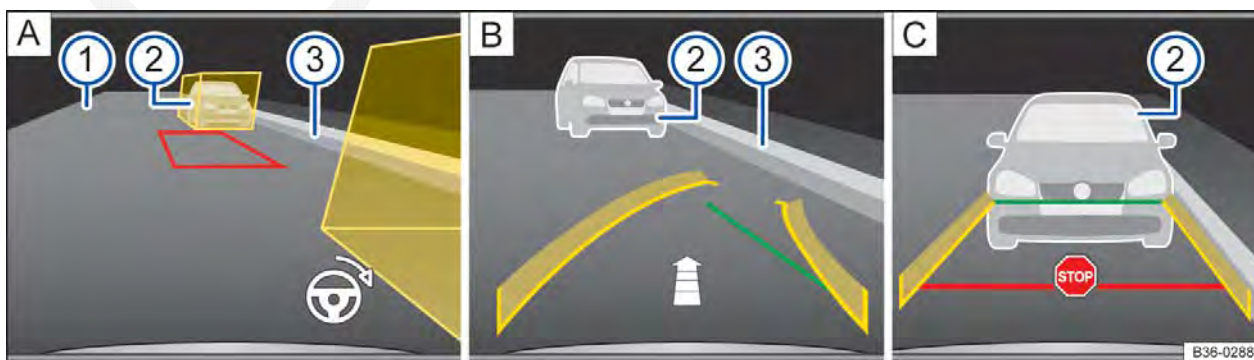

Fig. 158 Exibição do display da câmera de marcha a ré: entrar na vaga com o modo 2.
Legenda para Fig. 158:
6.	Posicionar o veículo a uma distância de aproximadamente 1 metro paralelamente à fila de estacionamento, de modo que as caixas de auxílio exibidas reconheçam todos os obstáculos ⇒ Fig. 158 ② A. Não pode haver obstáculos na área entre as caixas de auxílio.
9.	O símbolo de volante na margem inferior direita da imagem ⇒ Fig. 158 A indica ao condutor o movimento do volante necessário durante todo o processo de estacionamento.
Uma seta ⇒ Fig. 158 B indica, dependendo da quantidade de segmentos representados, o trecho para trás que ainda deve ser conduzido.
14.	Conduzir mais para trás vagarosamente até que seja exibido o símbolo para parar ⇒ Fig. 158 . OU: parar o veículo o mais tardar ao atingir a guia vermelha de delimitação traseira, por exemplo, veículo estacionado  . O veículo está na vaga de estacionamento paralelamente à pista.